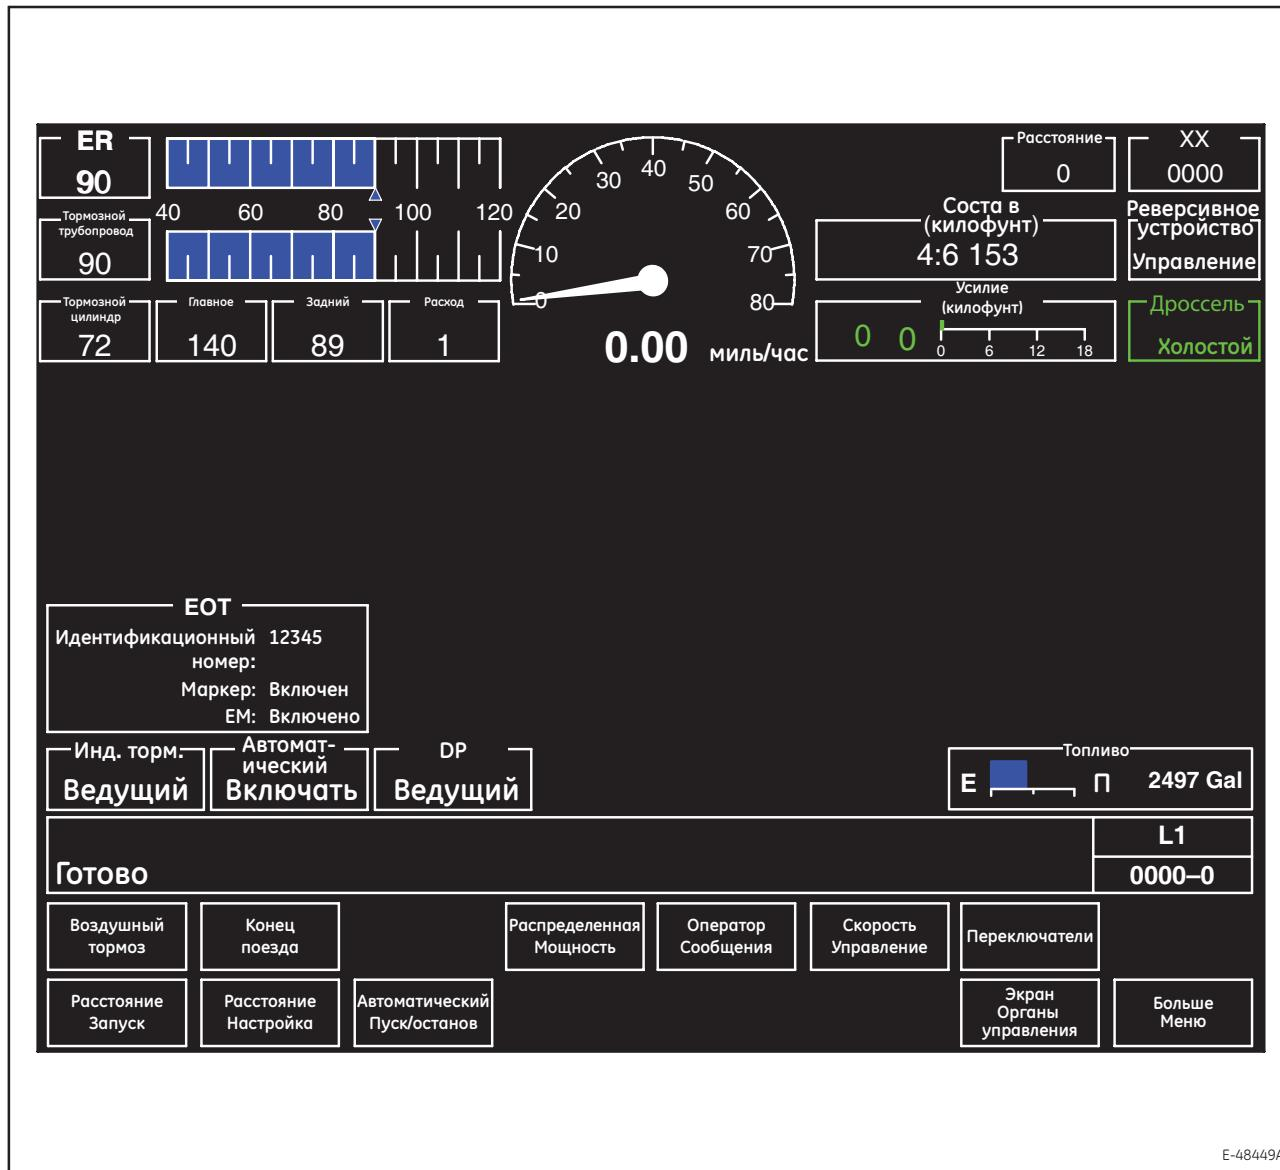

Рисунок 2. Главный рабочий экран (0000-0) типового рабочего дисплея локомотива (LOD)
1. На главном рабочем экране (0000-0, Рисунок 2), нажмите сенсорную клавишу 7 (**Screen Controls**) (Управление экранами) для отображения экрана управления экранами (3000-0, Рисунок 3). Активные сенсорные клавиши и краткое описание их работы:
- iii. Сенсорная клавиша F8 (**Cancel**) (Отмена) — возврат на экран управления экранами (3000-0, Рисунок 2) без проверки пароля машиниста и обновления уровня.
2. На главном рабочем экране (0000-0, Рисунок 2) нажмите сенсорную клавишу 8 (**More Menu**) (Дополнительные меню) на дисплее SDIS. Теперь доступна функции самопроверки.